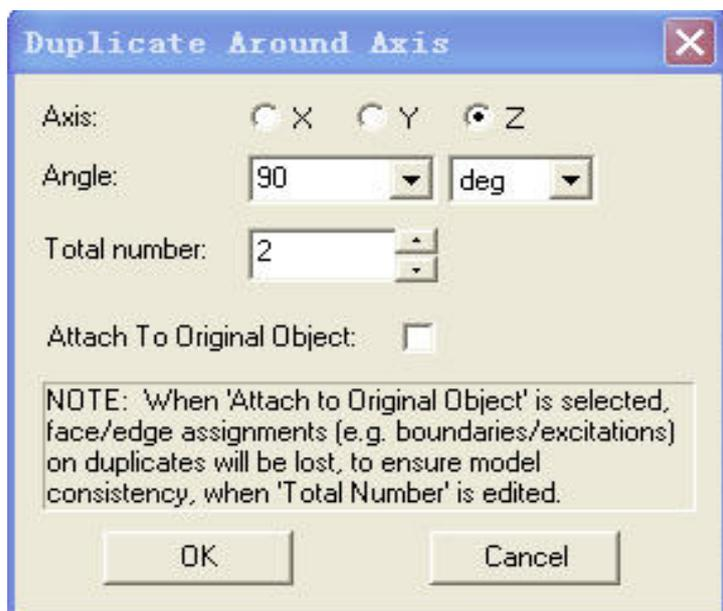
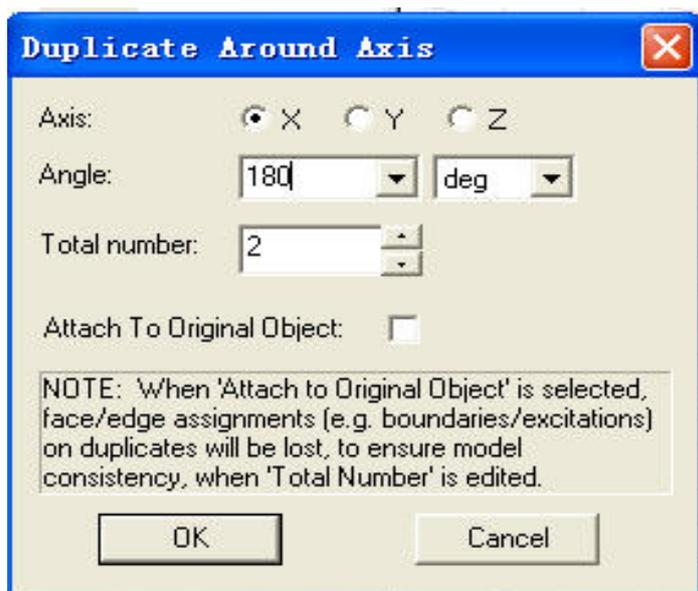

图 20 Duplicate Around Axis 对话框
图 21 Duplicate Around Axis 输入
5) 复制生成偶极子天线另一臂：选中新创建的圆柱体 Dipole，然后从主菜单中选择【Edit】→【Duplicate】→【Around Axis】命令或单击工具栏上的按钮，执行沿坐标轴复制操作，打开如图 20 所示 Duplicate Around Axis 对话框。
在图 20 Duplicate Around Axis 对话框中，按图 21 所示，将 Axis 选项设置为 X 轴，将 Angle 选项设置为 180deg，并在 Total number 数值框中输入 2。
单击图 21 中 **Ok** 按钮，即可将元柱体 Dipole 沿 X 轴旋转  $180^\circ$  复制生成偶极子天线的另一臂，同时复制生成的模型自动命名为 Dipole\_1。